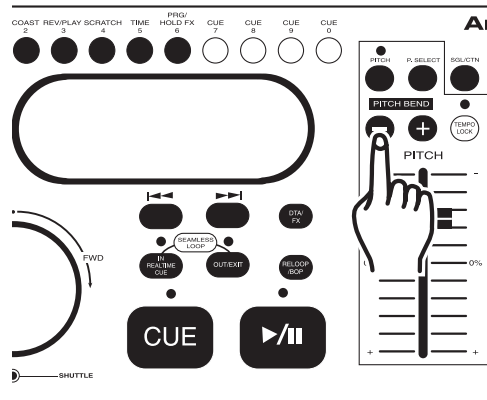

Figura 17
Cómo ajustar el rango del deslizador de tono (21): El rango de funcionamiento del CONTROL DE TONO (23) puede modificarse. Para cambiar el rango de funcionamiento, asegúrese de encender la función de tono, como se aprecia en la figura 17. El porcentaje de tono puede cambiarse entre $\pm 8\%$, $\pm 12\%$, y $\pm 16\%$. $\pm 8\%$ es el porcentaje mínimo posible de manipulación del tono; por el contrario, $\pm 16\%$ es el máximo. Para ajustar los diferentes valores, presione el botón SELECT (8). El LED al costado del botón PITCH (7) indicará qué modo de porcentaje de tono está en funcionamiento en la unidad. Éste se iluminará de color verde para $\pm 8\%$, de naranja para $\pm 12\%$, y de rojo para $\pm 16\%$. Nota: la función Tono (Pitch) debe estar activada para obtener una lectura del LED.